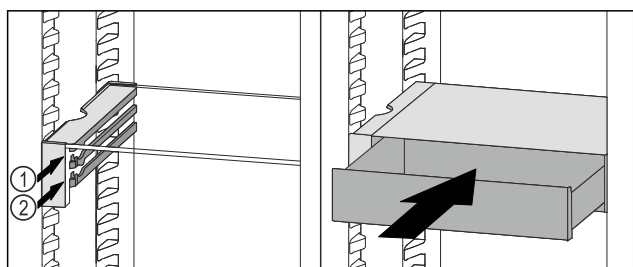

Fig. 114
- VarioSafe-lade achter de stoppers op de gewenste rib Fig. 114 (1) of Fig. 114 (2) plaatsen.